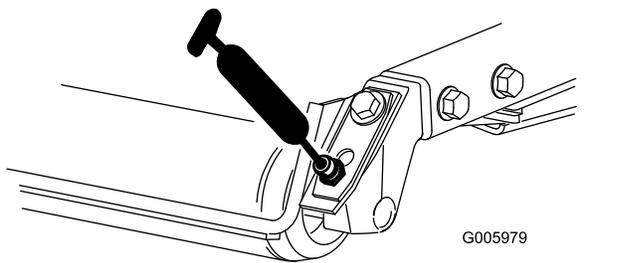

Figura 45
- Cojinetes de los rodillos traseros (2 por unidad de corte), como se muestra en la Figura 45.